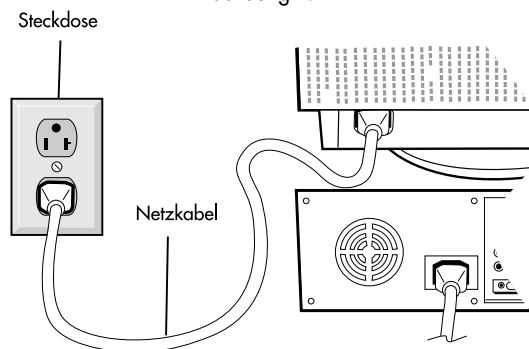

Abbildung C.1
5. Schließen Sie ein Ende des Netzkabels an den MultiSync FE700 Monitor an und stecken Sie das andere Ende in die Steckdose (**Abbildung C.1**).